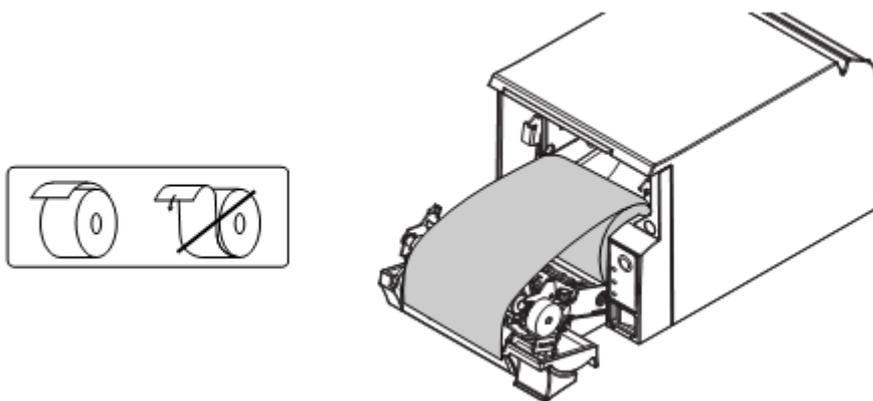

Рис. 2
- поместить рулон ленты в лоток в соответствии с Рис. 2;